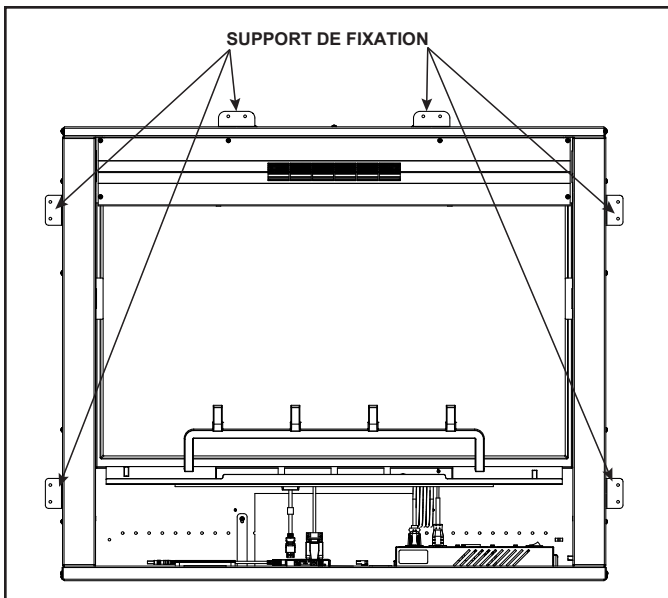

Figure 4.2 : Emplacements des trous pré-perçés pour les supports.
Placez l'appareil avec l'ouverture dans la charpente. Mettez l'appareil à niveau avec des cales, s'il est nécessaire. Pliez les supports de montage (6) dans les trous pré-perçés situés sur les côtés et le dessus de l'appareil. Utilisez deux vis de construction n°8 pour chaque support afin de fixer l'appareil en place. Voir la figure 4.2.